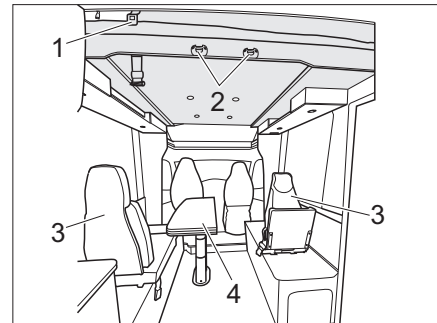

Bild 168 Elektrisches Hubbett (Variante 3)
- Die Aufstiegsleiter mit den beiden Bügeln in die Krampen (Bild 168,2) am Hubbett einhängen.
- 2-Säulen-Klapptisch, absenkbar (Bild 168,4) nach unten fahren (siehe Kapitel 7.8.8).
- 2 Einzelsitze (Bild 168,3) abbauen und verstauen.